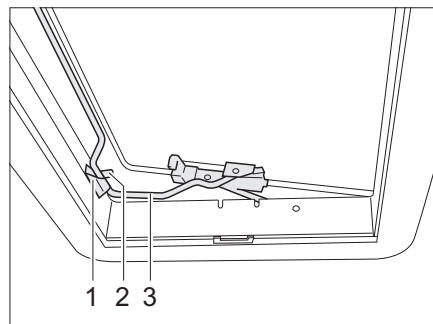

Fig. 50 Lanterneau Heki en position de ventilation 2
- Insérer l'étrier (Fig. 50,3) dans le support (Fig. 50,1).
- Placer le levier (Fig. 50,2) sur l'étrier.